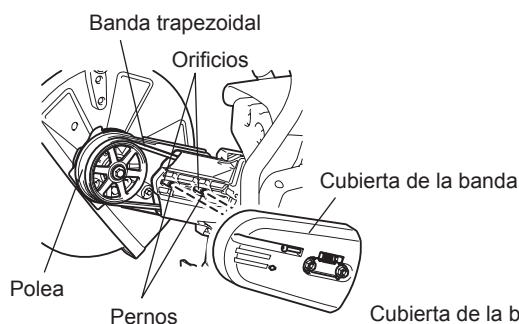

Fig. 6
- Voltee el aditamento extraído, pase el perno a través del orificio y reinstálelo en la dirección B. (Fig. 6)
Reinstale la banda trapezoidal a la polea. (Fig. 6)